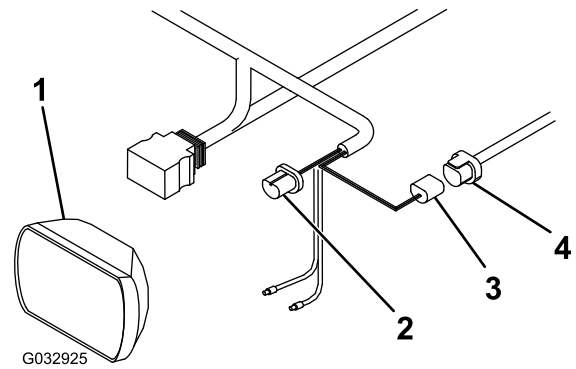

Figure 15
1. Débranchez le connecteur du faisceau de câblage à l'arrière du phare gauche du véhicule (Figure 15).
2. Branchez le connecteur bleu du long faisceau de câblage à l'arrière du phare gauche du véhicule (Figure 15).
3. Branchez le connecteur noir du long faisceau de câblage au connecteur que vous avez débranché sur le faisceau du véhicule (Figure 15).